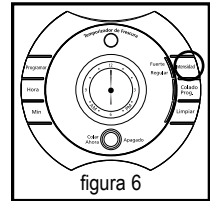

figura 6
2. Para disfrutar de un café más cargado, oprima el botón de intensidad de colado “Intensidad” una sola vez. La luz indicadora de intensidad cargada de colado “Fuerte” se encenderá. La cafetera se mantendrá en la intensidad de colado que usted ha seleccionado hasta que vuelva a cambiarla a intensidad regular “Regular” oprimiendo el botón de intensidad de colado “Intensidad” o hasta que desenchufe la unidad (Figura 6).